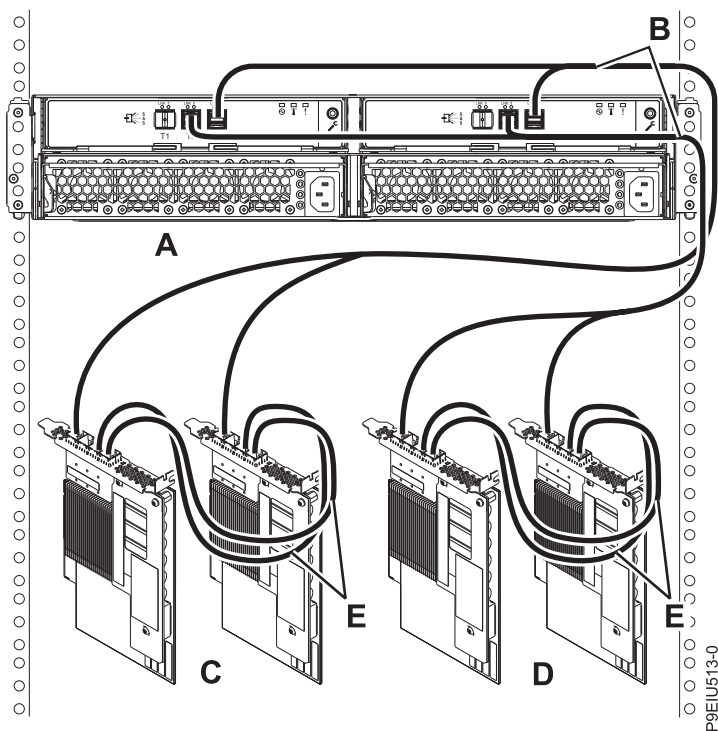

図 18. AA ケーブル付きの 2 対の FC EJ0L SAS アダプター・ペアまたは 2 対の FC EJ14 SAS アダプター・ペアへの X12 ケーブルを使用した、1 台の ESLS のモード 2 接続
18. AA ケーブル (E) 付きの 2 対の FC EJ0L SAS アダプター・ペア (C および D) または 2 対の FC EJ14 SAS アダプター・ペアへの X12 ケーブル (B) を使用して 1 台のエンクロージャー (A) のモード 2 接続を行います (21 ページの図 18 を参照)。次に、23 ページの『ケーブルと電源コードの接続およびカバーの取り付け』に進みます。